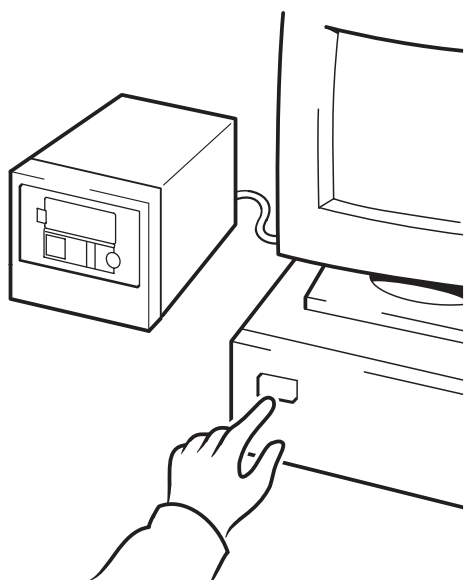

Figura 14c: HP OBDR, paso 3
- 3 Encienda el servidor (consulte la figura 14c).